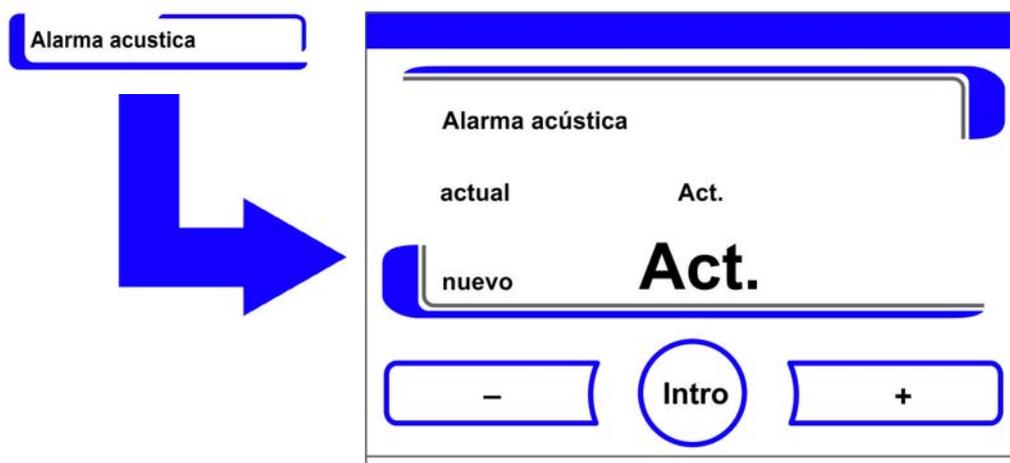

Figura 6-41. Ajustar relé de alarma
- Se muestra el cuadro de edición de Figura 6-41.